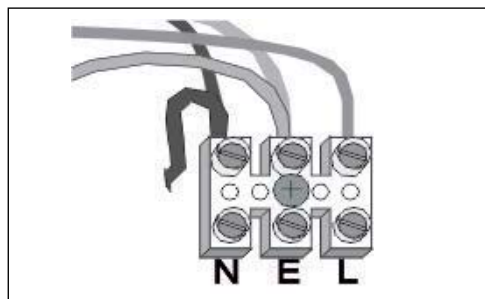

Fig. 10 Cable de terminación
- ▶ Conecte los cables al bloque terminal y a la clavija de tierra (Fig. 10):